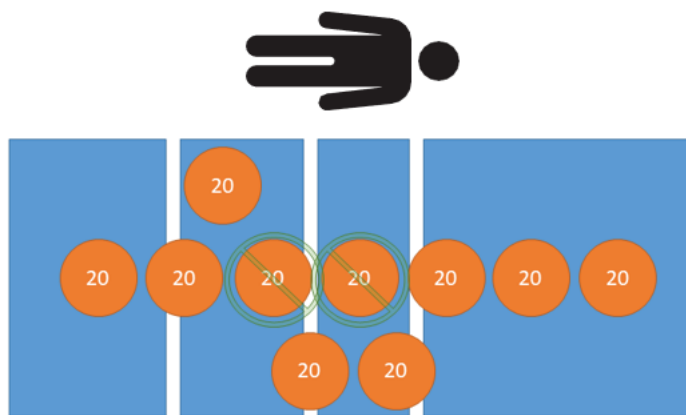

図 31 – 風袋 (ゼ口) 試験 - 正味160 kg
6. 較正済み分銅を使用して、160 kgを製品に載せます（図 31）。
8. 較正済み分銅を使用して、160 kgを製品に載せます (図 31)。